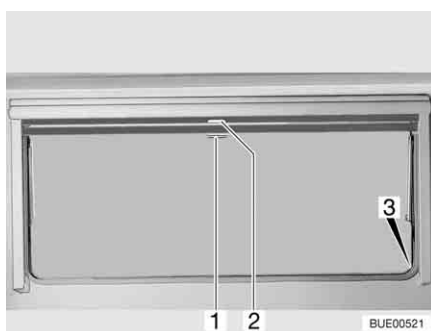

Fig. 66 Fenêtre projetante
- Tirer le store occultant vers le bas en le maintenant par la poignée (Fig. 66,2). Lorsque le store occultant est complètement fermé, l'accrocher des deux côtés du cadre de la fenêtre dans le dispositif de blocage (Fig. 66,3).
- Lorsque le store occultant est complètement fermé : Appuyer sur la poignée (Fig. 66,2) vers le bas tout en la tirant légèrement vers l'intérieur. Décrocher à droite et à gauche le store occultant du dispositif de blocage du cadre de la fenêtre.
- Si le store occultant se trouve dans une position intermédiaire : Tirer la poignée (Fig. 66,2) vers le bas jusqu'à ce que le dispositif de blocage se débloque.
- Tirer la moustiquaire par la poignée (Fig. 66,1) vers le bas et l'accrocher des deux côtés sur le cadre de la fenêtre dans le dispositif de blocage (Fig. 66,3).
- Appuyer sur la poignée (Fig. 66,1) vers le bas tout en la tirant légèrement vers l'intérieur. Décrocher à droite et à gauche la moustiquaire des dispositifs de blocage du cadre de la fenêtre.